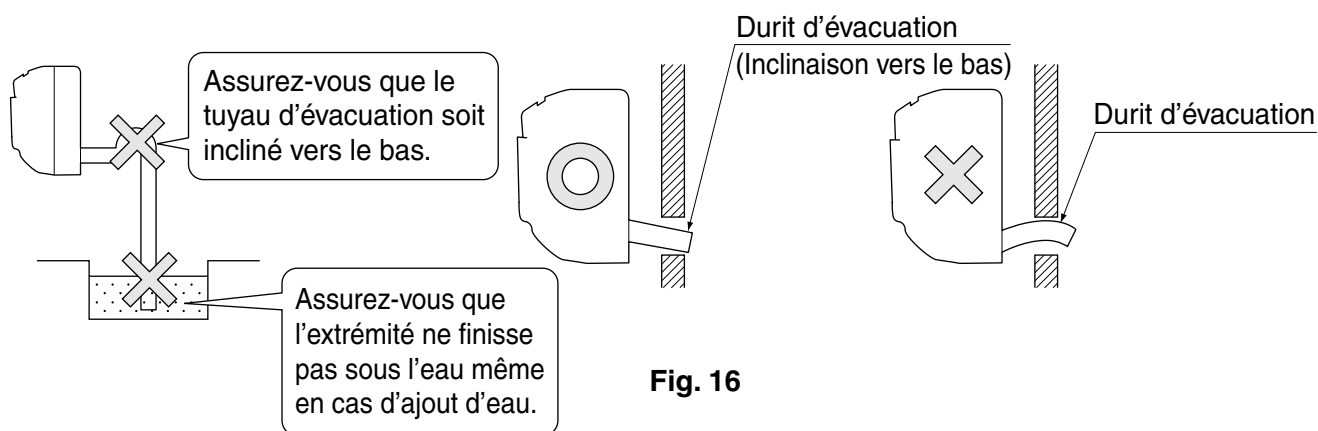

Fig. 16
(1) Installez les tuyaux d'évacuation. (Reportez-vous à la Fig. 16)
- Prêtez attention aux points de la **Fig. 16** lorsque vous posez les tuyaux d'évacuation.